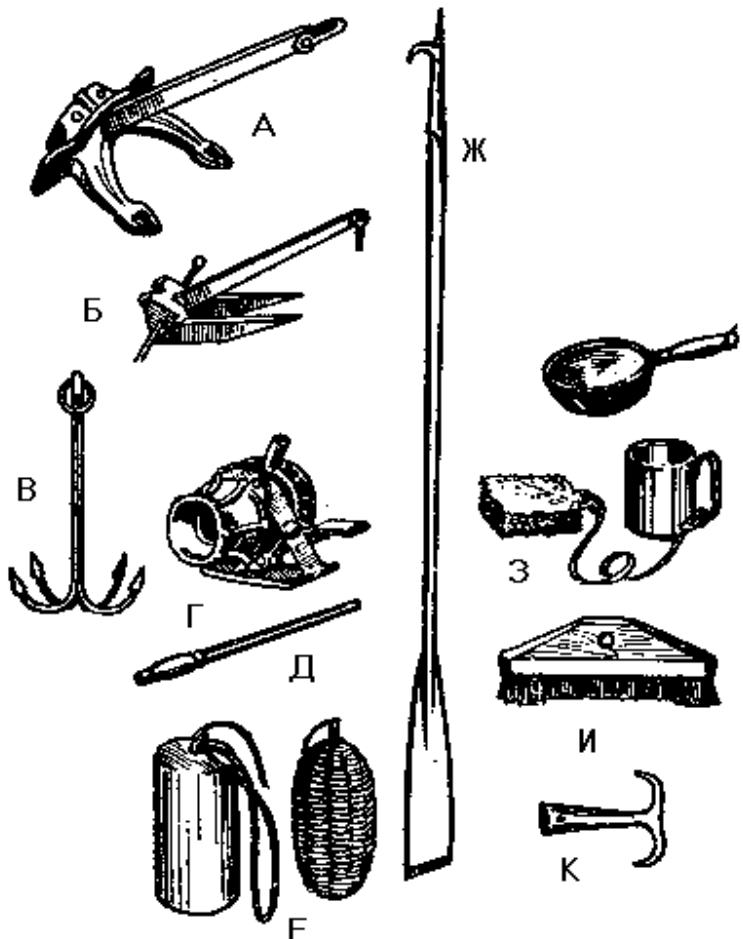

Рис. 54. Некоторые предметы снабжения и оборудования яхты:
**Патентованные якоря** без штока (типа Холла, Данфорса, Матросова и др.) держат благодаря поворотным рогам, принцип действия которых показан на рис. 54, а и б. Эти якоря отличаются удобством в употреблении: они легче убираются и всегда готовы к отдаче. Кроме того, на мягком